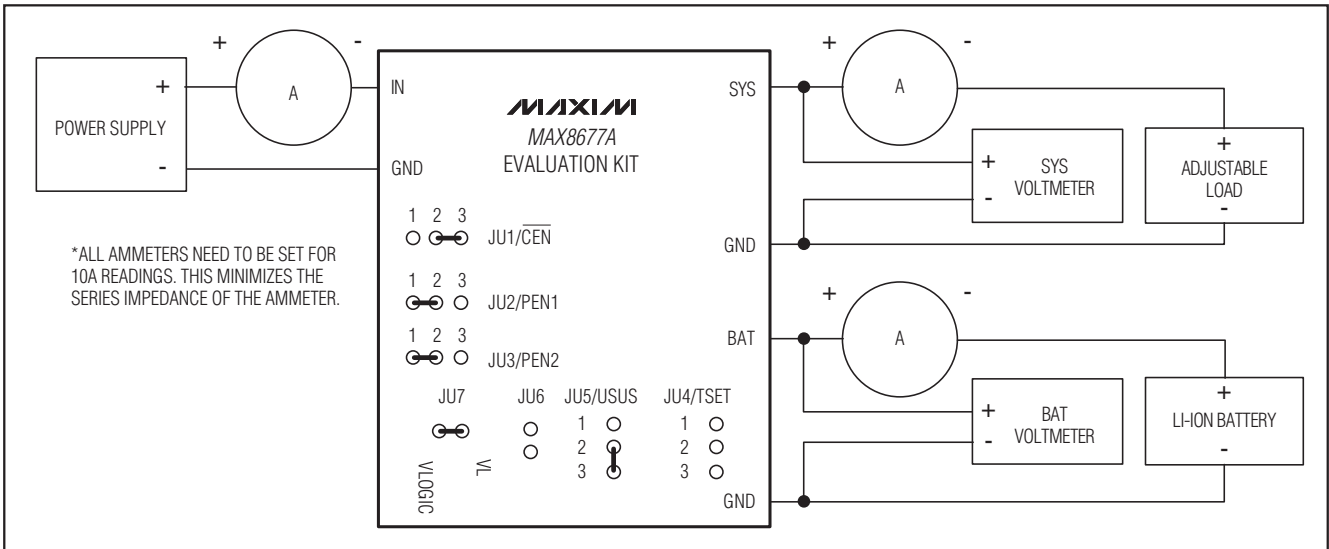

图1. 测试步骤设置
- 3) 将评估板按照图1所示连接至电源、电池、可调负载以及电流表。
- 4) 确保评估板跳线已配置成表1所示方式，也可参考图1。